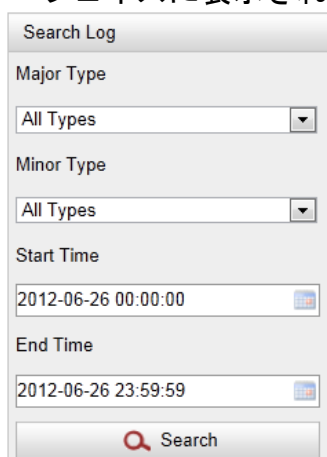

図 10-2 ログ検索
2. 図 10-2 に示すように、メジャータイプ、マイナータイプ、開始時刻と終了時刻を含む検索を指定して、ログ検索条件を設定します。